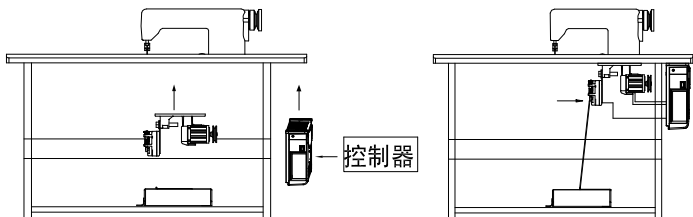

图 1-2 电机安装示意图
**第二步：** 安装电机（见图 1-2）。将电机吊上吊装螺栓后紧固。